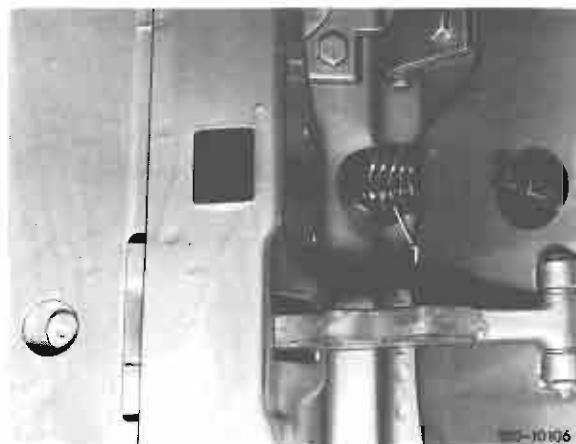

Bild 1
- 10 Bei Wagen ohne elektrische Fensterheber beide Türen ausbauen. Anschließend Verschlussbleche der vorgeprägten Löcher in den Türen und Vorderwandsäulen ausbrechen (Bild 1).
- 11 Türen wieder einbauen. Anschließend links und rechts den Schutzschlauch (1) einsetzen.